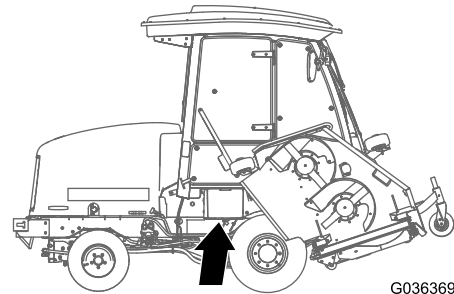

Bild 53
1. Öffnen Sie die Batterieabdeckung an der Seite der Abdeckung (Bild 53).
Hinweis: Üben Sie Druck auf die flache Oberfläche über der Batterieabdeckung aus, um das Entfernen der Abdeckung zu erleichtern (Bild 53).